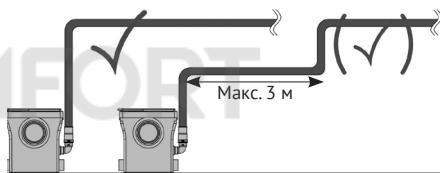

Рисунок 7 – Вертикальный участок напорного трубопровода
- вертикальный участок трубопровода должен всегда предшествовать горизонтальному (см. рисунок 7);